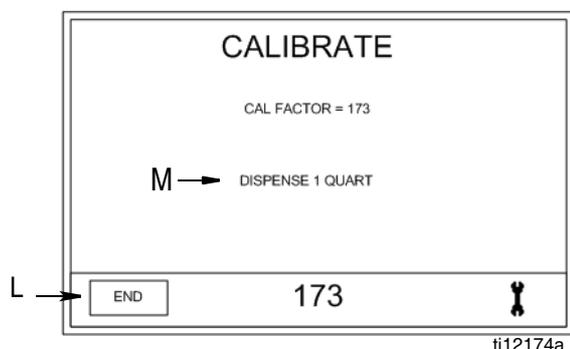

FIG. 14
Écran d'étalonnage (FIG. 14)
1. Utiliser la FLÈCHE GAUCHE ou DROITE pour déplacer le curseur vers le champ du facteur d'étalonnage (K).
2. Utiliser la FLÈCHE HAUT ou BAS pour changer manuellement le facteur d'étalonnage pré-réglé vers le haut ou vers le bas (ceci ne peut être fait que sur l'écran d'étalonnage 1 (FIG. 14)).
3. Appuyer sur le bouton ENTRÉE au milieu pour confirmer le nouveau réglage. La nouvelle valeur s'affiche dans le champ Facteur d'étalonnage (J).
M. Distribution : N'apparaît que sur l'écran 2 (FIG. 14). Affiche la quantité distribuée par l'opérateur lors de l'essai d'étalonnage.
Ré-étalonnage du compteur (Fig. 14)
Voir Fig. 14, page 16 pour les écrans d'étalonnage 1 et 2, référencés dans les instructions suivantes.